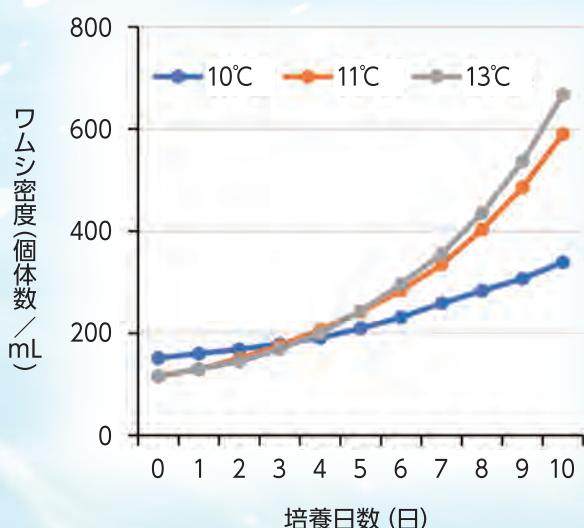

図5 異なる飼育水温での低水温・低塩分ワムシの密度の推移
- 通常培養[25~28°C、25~30PSU(%)]したワムシなら死んでしまう環境でも、低水温・低塩分ワムシでは**個体数を増加させました**(図5)。